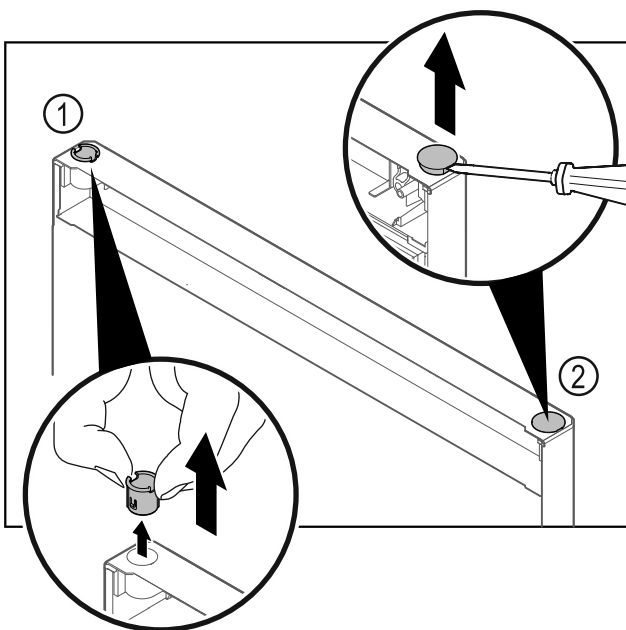

Fig. 11
- ▶ Scharnierbuchse Fig. 11 (1) mit den Fingern herausziehen.
- ▶ Abdeckstopfen Fig. 11 (2) vorsichtig mit einem Schlitzschraubendreher anheben und herausziehen.